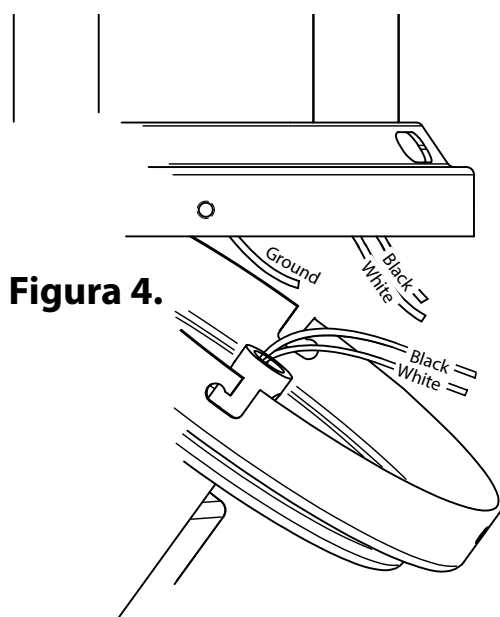

Figura 4.
- Collega il filo nero del ventilatore (alimentazione) al filo nero (fase) proveniente dal soffitto, come mostrato nella Figura 4.
- Collega il rosso bianco del ventilatore al filo rosso proveniente dal soffitto, come mostrato nella Figura 4.
- Collega il filo verde del ventilatore (massa) alla terra, come mostrato nella Figura 4.